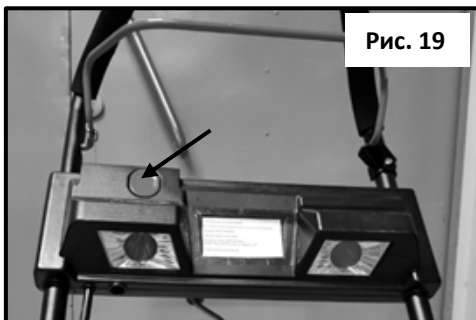

Рис. 19
Рис. 19а
- Нажмите и удерживайте кнопку защитной блокировки (см. рис.19 и 19а (поз.1));
- Удерживая кнопку, притяните рычаг сцепления к основной рукоятке (см. рис.19а (поз.2));